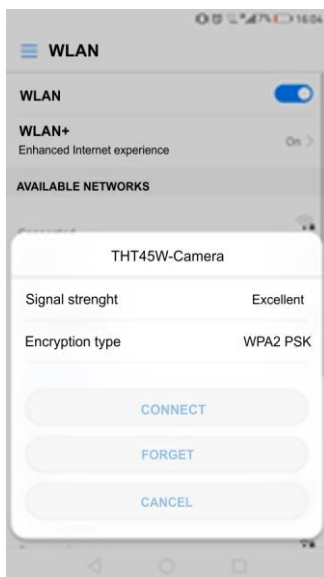

Fig. 40: Ejemplo de conexión WiFi del instrumento
2. Encienda el dispositivo móvil y realice la búsqueda del instrumento “THT45W-Camera” en la configuración de la conexión WiFi (ver el ejemplo de la Fig. 40)